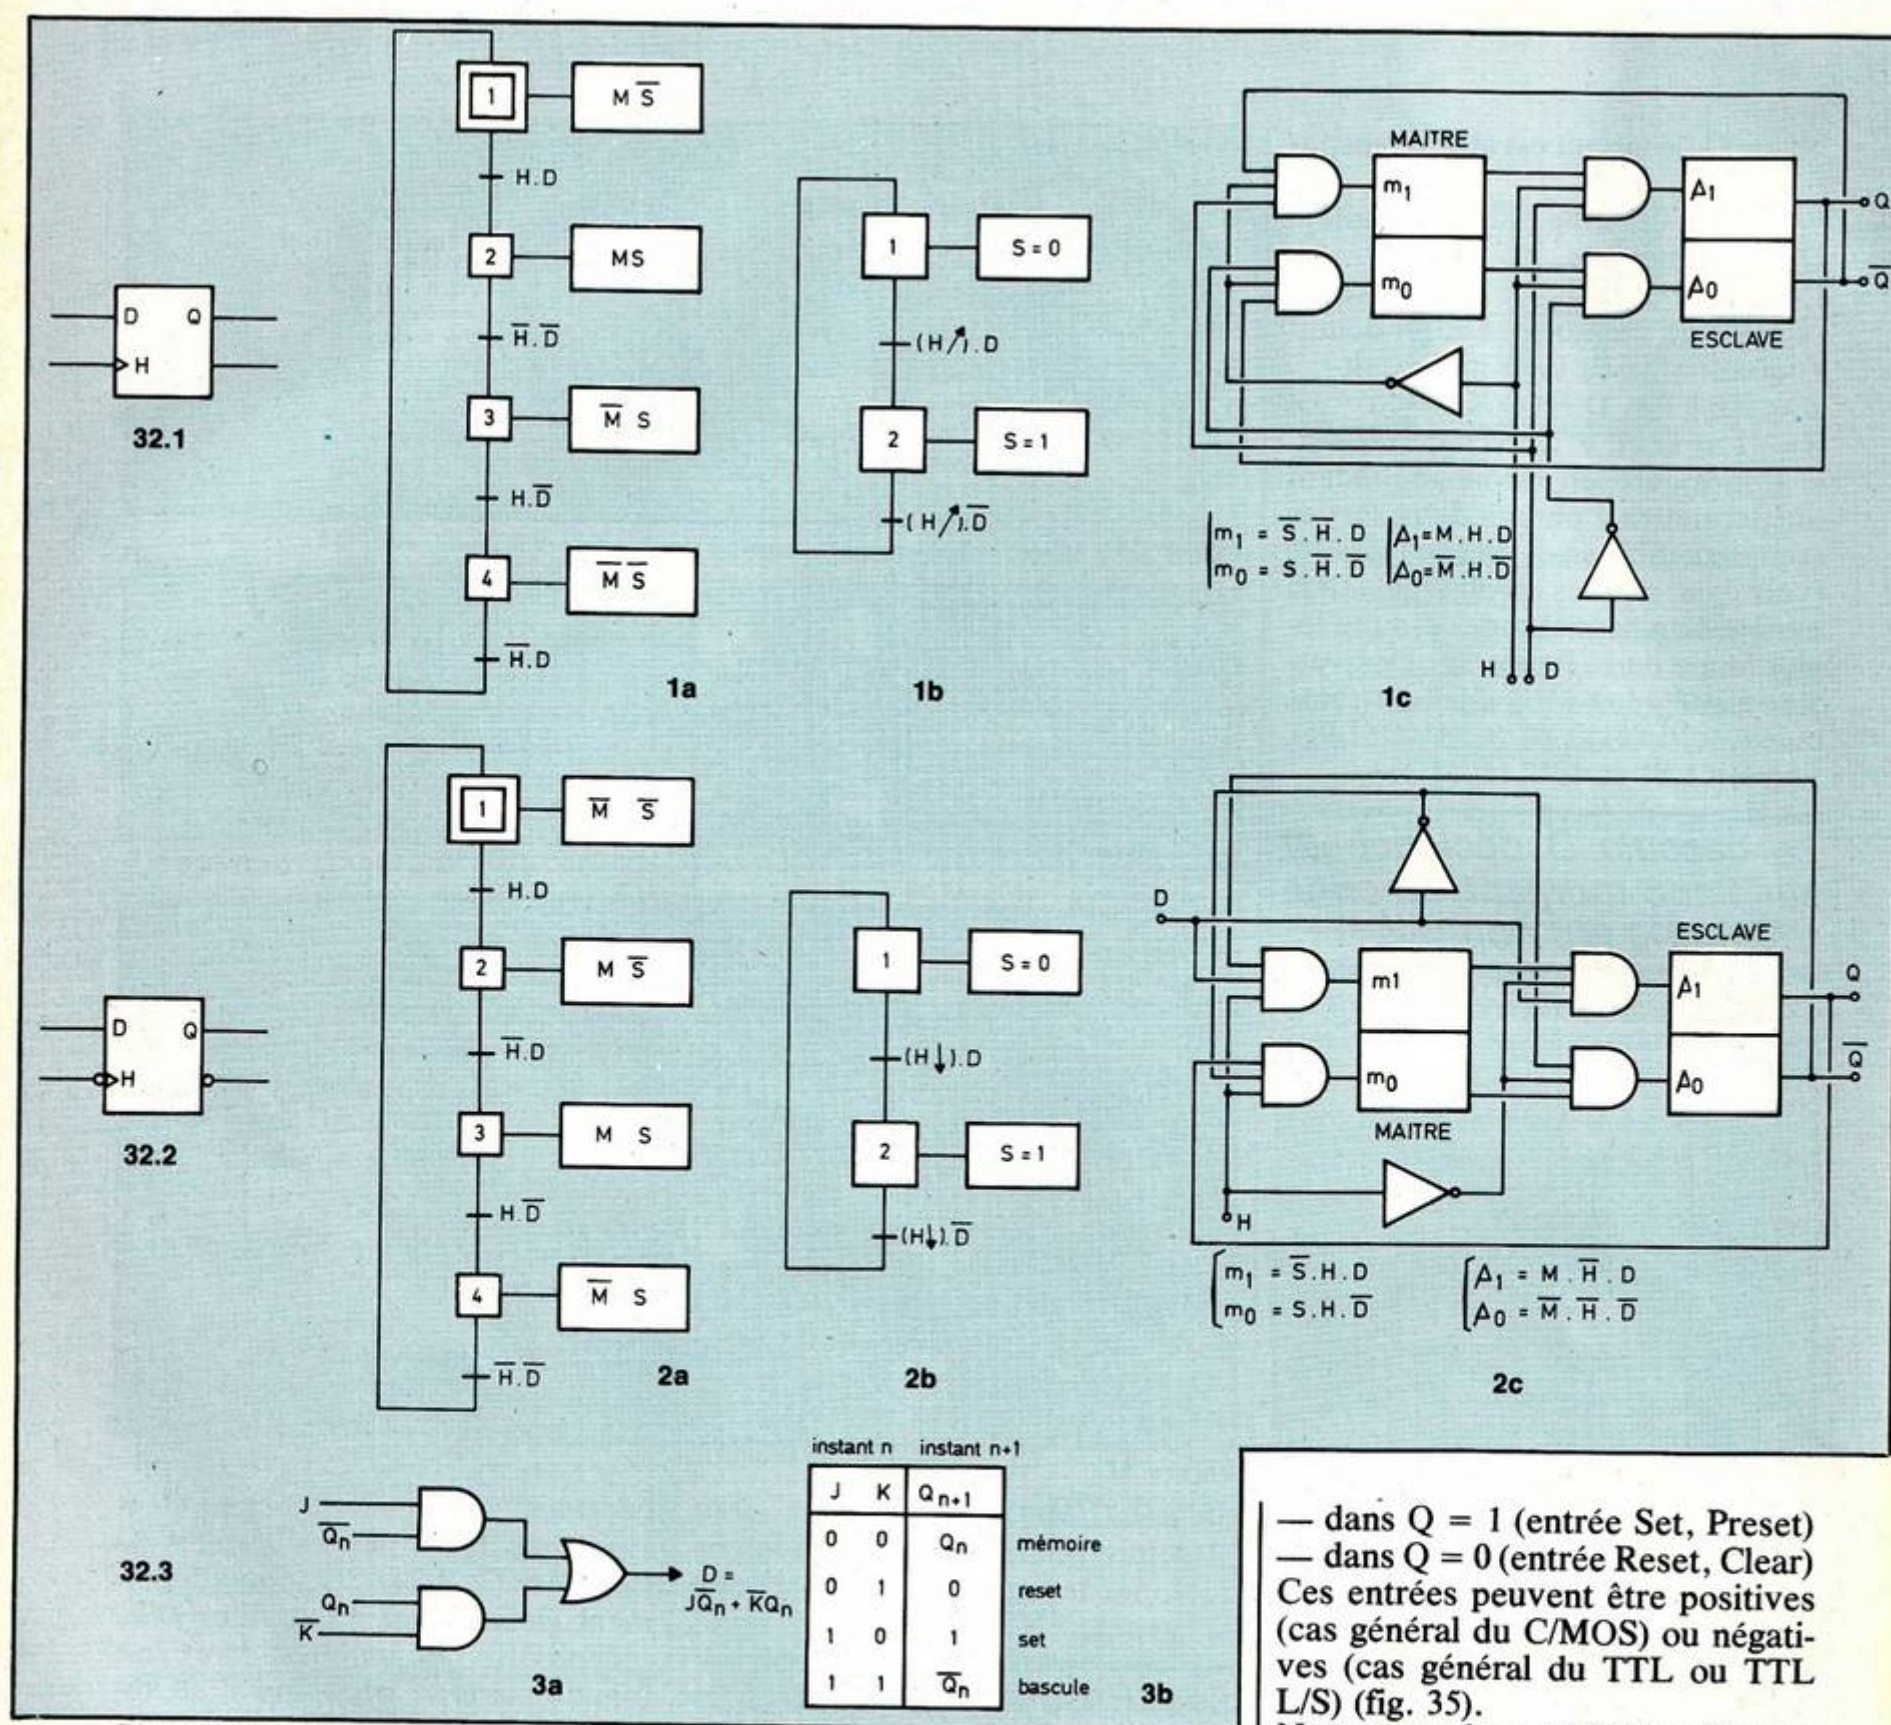

Figure 32.
bascules. Le fonctionnement peut alors être décrit par les grafctets de la figure 32; 1b et 2b : fonctionnement global vu de l'extérieur avec réceptivités dynamiques; 1a et 2a : fonctionnement décomposé au niveau Maître (M) et Esclave (S) et avec des réceptivités statiques (deux fois $H↑$, de suite, implique un retour de H à 0).
des bascules Maître (M) et Esclave (S) sachant que ces bascules sont du type RS asynchrone. Ces équations et les logigrammes correspondant sont donnés figure 32 (1c et 2c). En